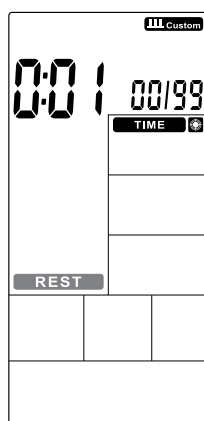

FIGURA 34
- O display Tempo continua aceso e a palavra REST piscará, pressione PARA CIMA / PARA BAIXO (botões 10 ou 11) para definir o tempo de descanso de 0: 01 ~ 9: 59 (Figura 34). Pressione ENTER (botão 12) para confirmar e finalizar a configuração.